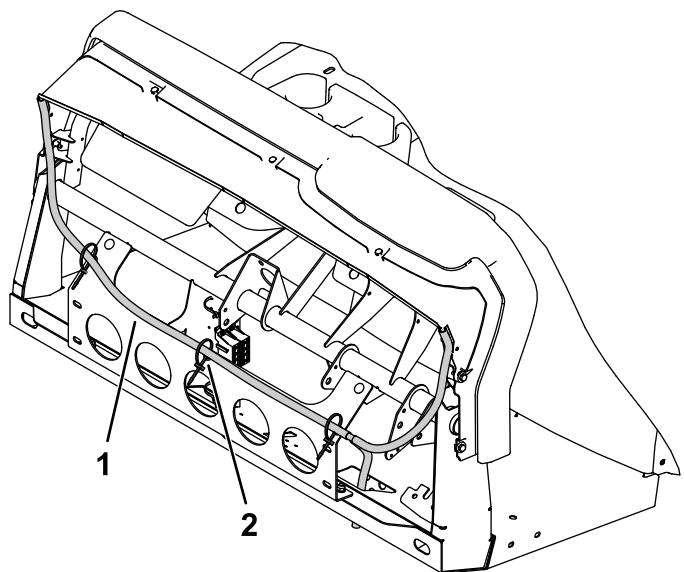

Рисунок 43
5. Начиная со стороны пассажира, проложите подсоединенную прозрачную трубку вниз через плиту пола (с педалью сцепления) к водительской стороне автомобиля (Рисунок 43).
6. Прикрепите подсоединенную прозрачную трубку с помощью 3 магнитных креплений со стяжками и 3 кабельных стяжек (Рисунок 43).